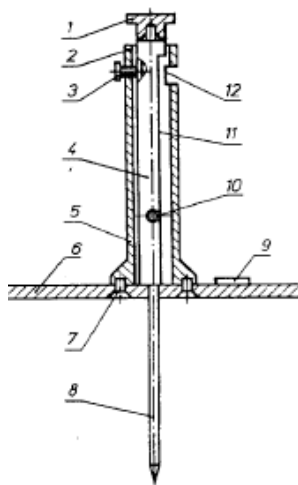

Рис.4 Толщиномер игольчатый
- Измерение толщины мата заключается в измерении расстояния между плоской твердой поверхностью, на которой лежит мат, и пластиной, свободно лежащей на этой поверхности и создающей удельную нагрузку. Ее оценку производят толщиномером (рис. 4).